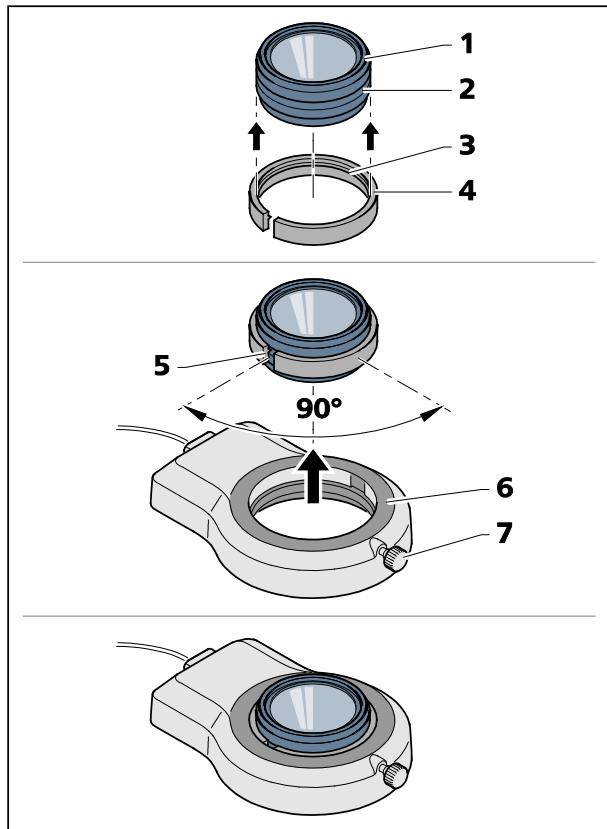

Bild 14 Ringleuchte auf Vorsatzoptik 3 montieren
- Den mitgelieferten, geschlitzten Adapter (Bild 14/4) (Durchmesser außen 66 mm, innen 58 mm) von unten auf die Vorsatzoptik (Bild 14/1) stülpen. Die innen umlaufende Wulst (Bild 14/3) des Adapters muss in der Außennut (Bild 14/2) der Vorsatzoptik einrasten.
- Die Ringleuchte (Bild 14/6) auf den Außen-durchmesser des Adapters aufschieben und mit Klemmschraube (Bild 14/7) fixieren.
Die beste Klemmwirkung wird erzielt, wenn der Schlitz (Bild 14/5) des Adapters und die Klemmschraube (Bild 14/7) der Ringleuchte um ca. 90° versetzt sind.